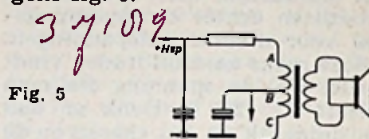

Fig. 5
14) In sommige toestellen wordt een gedeelte van de primaire van de uitgangstransformator als „smoorspoel” gebruikt. De schakeling is meestal volgens fig. 5.